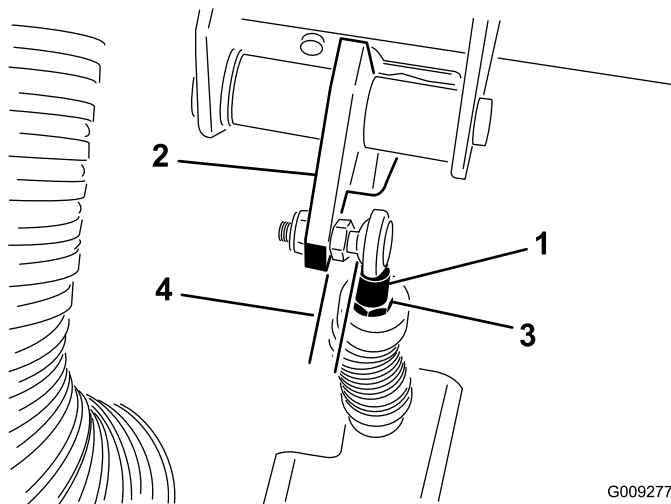

Figura 71
**Importante:** Assicuratevi che l'estremità dell'asta sia perpendicolare al giunto, non spostata di lato, e rimanga parallela al pedale della frizione dopo il serraggio del controdado (Figura 71).